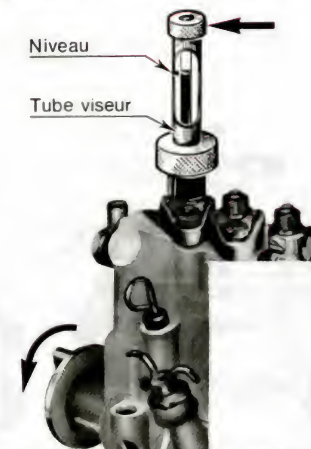

Fig. 7. — Détermination du début d'injection au tube viseur.
- Calage au tube viseur (fig. 7).